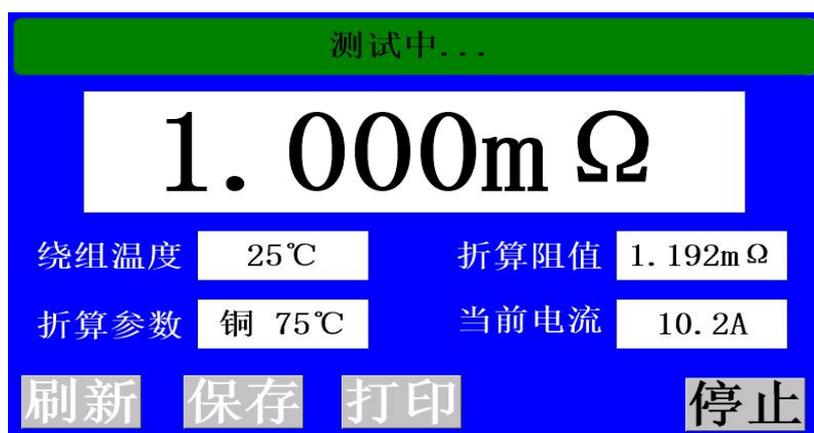

图 6
- 当电流达到设定值后，液晶屏开始显示测试值，待测试值基本稳定后方可进行读取。如之前设置了温度折算选项，此时液晶屏显示有绕组温度、折算阻值、折算温度、当前电流的数值。如图 6 所示：